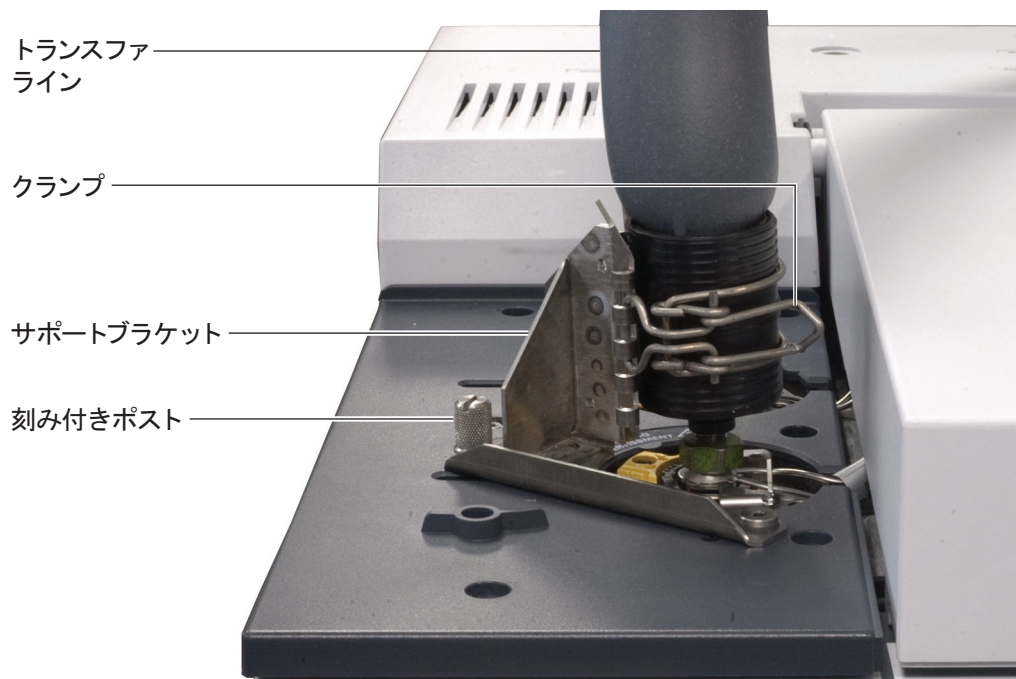

図 3 7890A GC 注入口に取り付けたトランスファライン
- 11 トランスファラインを取り付けたら、トランスファラインのサポートブラケットを取り付けます (図 3)